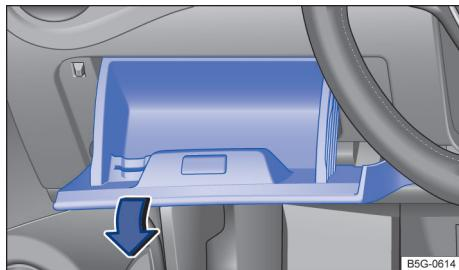

Fig. 175 Cobertura da caixa de fusíveis no painel de instrumentos: veículos com direção à esquerda, à esquerda ao lado do volante.
- Abrir e, caso necessário, esvaziar o porta-luvas do lado do condutor → Fig. 175.